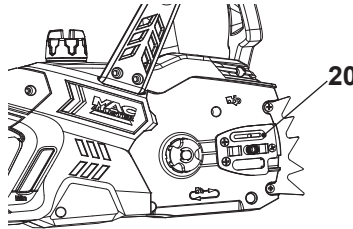

Fig. 39
2. Verifique a porta de lubrificação (20) apresenta obstruções e limpe se necessário, para garantir a lubrificação correta da lâmina e da corrente durante a utilização. Utilize um fio suave, suficientemente pequeno para inserir no orifício de saída de óleo (Fig. 39).